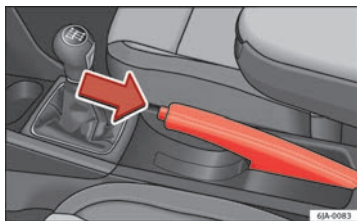

Abb. 102 Mittelkonsole: Handbremse
- Ziehen Sie den Handbremshebel etwas hoch und drücken Sie **gleichzeitig** den Sperrknopf ⇒ Abb. 102.